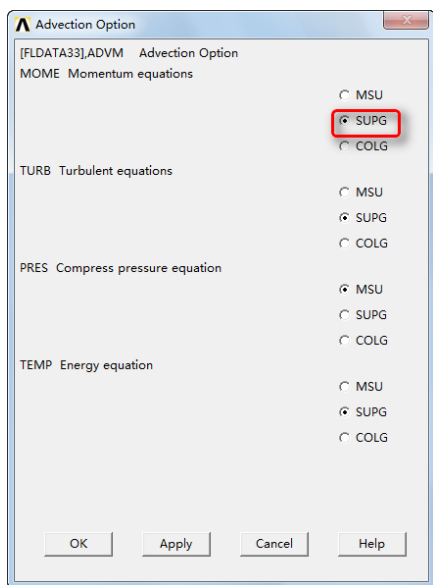

图 7-102 “Advection Option”对话框
⑧依次选择 Main Menu→Solution→FLOTTRAN Set Up→Advection，会弹出“Advection Option”对话框，如图 7-102 所示，在“MOME Momentum equations”单选框里选择“SUPG”，其余采用默认设置，单击“OK”按钮关闭该对话框。